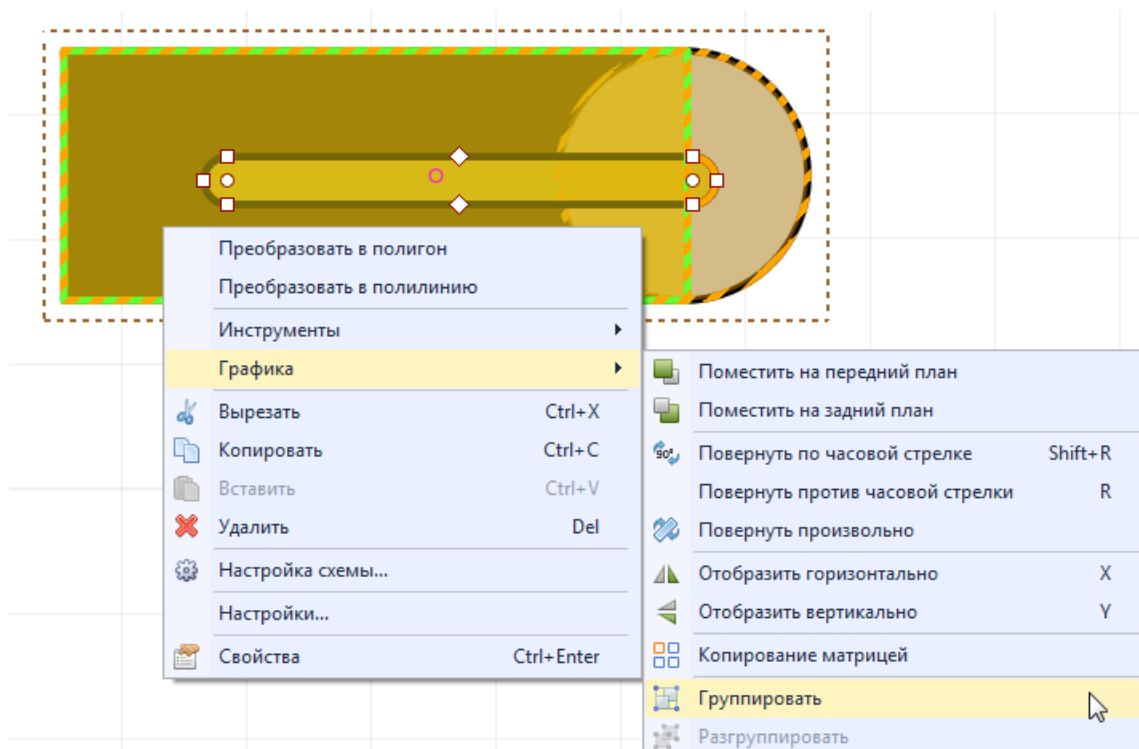

Рис. 440 Группировка объектов
2. Вызовите контекстное меню и выберите пункт «Группировать» в разделе «Графика», либо нажмите  на панели инструментов «Графика», см. Рис. 440.